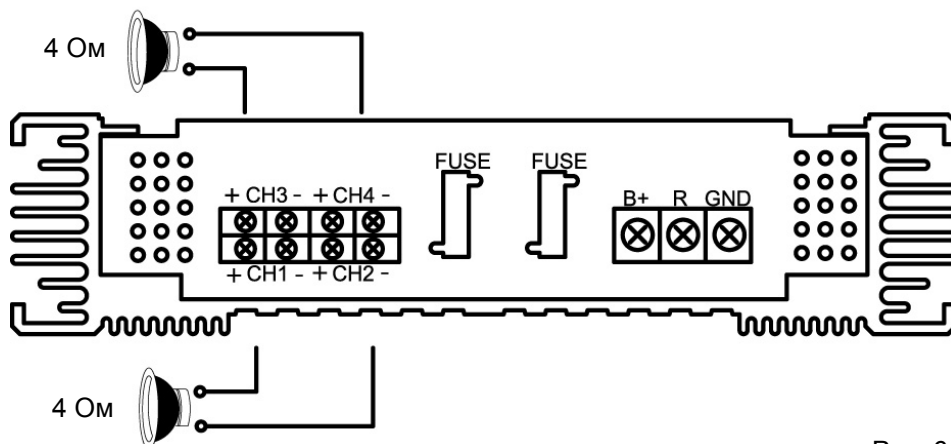

Рис. 6
**Подключение динамиков по мостовой схеме (рис. 6)**
Каждая пара каналов усилителя может включаться как в стерео режиме (рис. 5), так и по мостовой схеме (рис. 6). Обратите внимание, что динамики имеют определенную полярность, которую надо учитывать при подключении. Если положительная клемма динамика не имеет явной подписи "+", то она может маркироваться точкой.